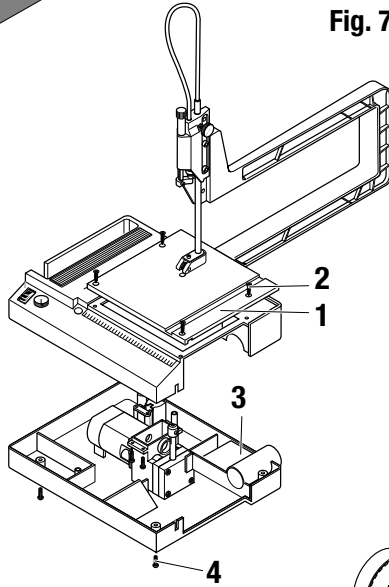

Fig. 8
3. Вывернуть винты 2 (рис. 8) рабочей плиты 1.